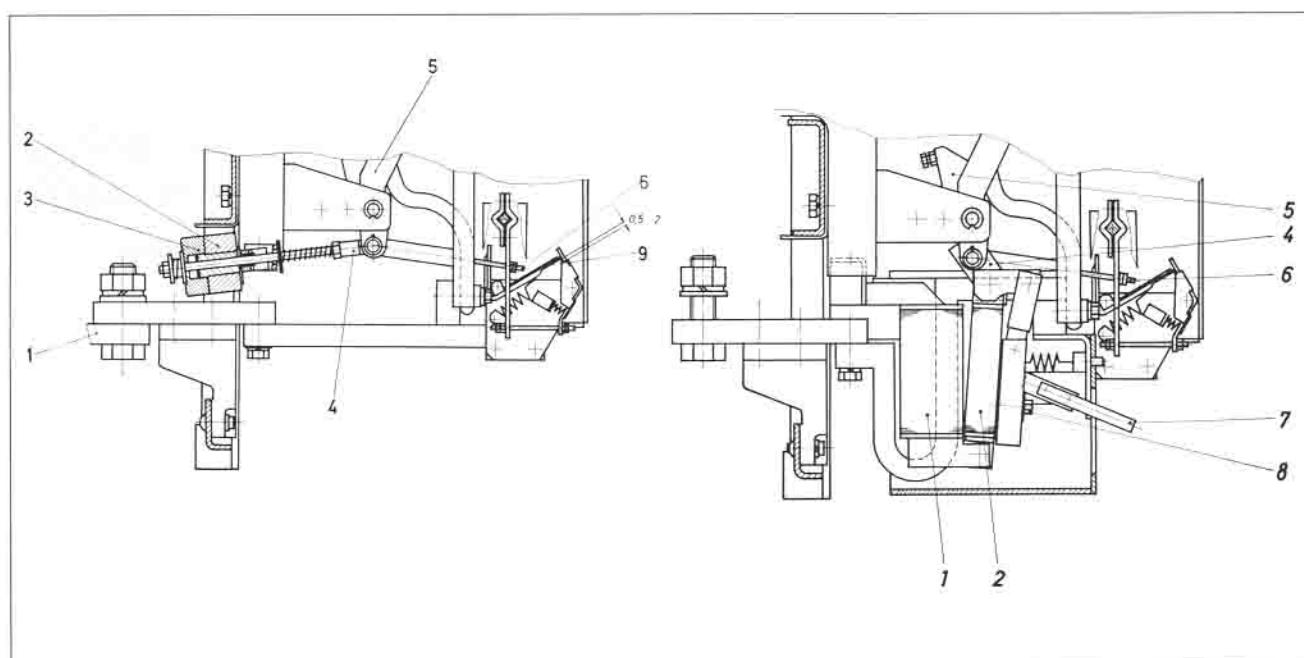

Fig. 6, Fig. 6a
3.7 ed-Auslöser*) (Fig. 6)
3.7 ed-Release*) (Fig. 6)
3.7 Relé ed*) (Fig. 6)
8. Kraftspeicher verklinkt nicht.	Überhub 0,5 ... 2 kontrollieren ggf. durch Verbiegen des Hebels (9) justieren (Fig. 6).